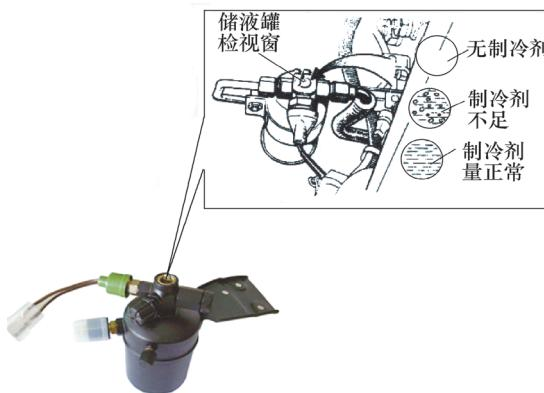

图 3-12 通过观察窗查看制冷剂
2) 经常或定期通过观察窗查看制冷剂的流动情况(图3-12)。